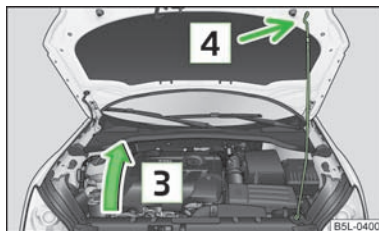

Fig. 142 Seguro del capó con la varilla de apoyo
- Retirar la varilla de apoyo **3** en el sentido de la flecha desde el soporte y asegurar el capó abierto colocando el extremo de la varilla en el orificio **4** previsto para ello » fig. 142.